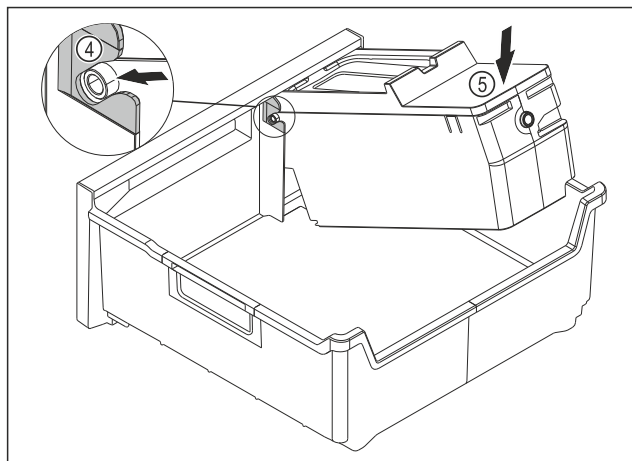

Fig. 114
- Monter le corps de l'EasyTwist-Ice : Insérer les axes du corps de l'EasyTwist-Ice dans les guides Fig. 114 (4).
- Appuyer l'arrière du corps de l'EasyTwist-Ice Fig. 114 (5) vers le bas.